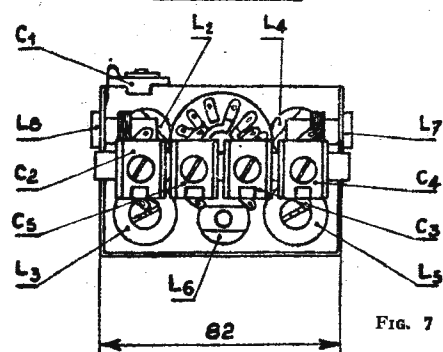

FIG. 7
**Gamme PO :** 1° régler  $C_{10}$ ,  $C_{11}$  et  $C_2$  sur 1500 kc/s avec l'aiguille sur la déviation 15 (voir figure 7).